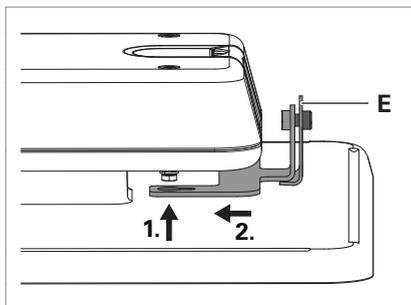

Fig. 10: Aggancio della staffa all'apparecchio d'illuminazione.
- ▶ Agganciare la staffa **E** all'apparecchio d'illuminazione, vedi Fig. 10.